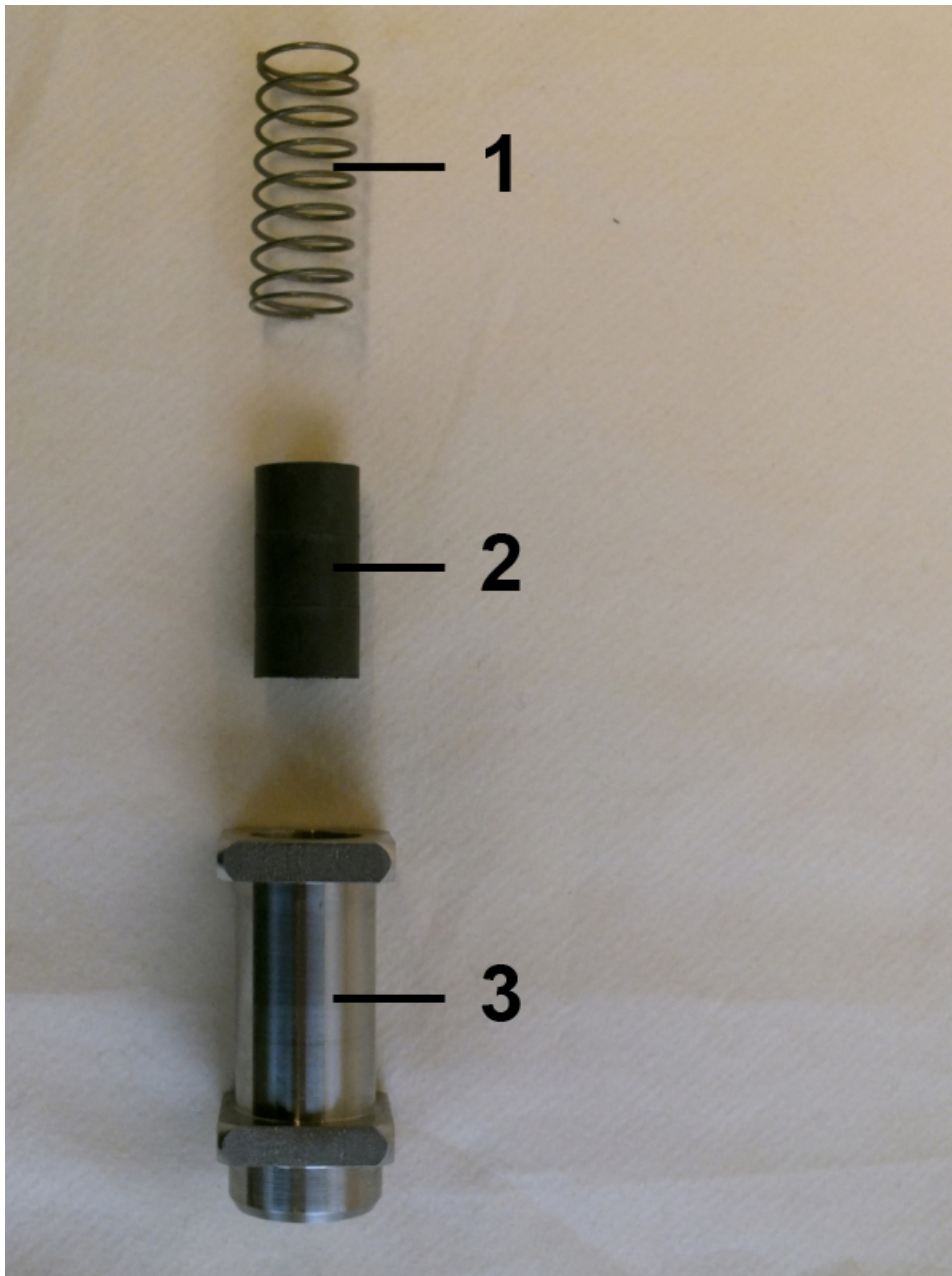

Abb. 50: Innenteile
3. ➤ Feder (Abb. 50/1) mit Magneten (Abb. 50/2) in den Schwebekörper (Abb. 50/3) einführen, dabei die Magnetpolung beachten (Nordpol in Richtung Geräteausgang)